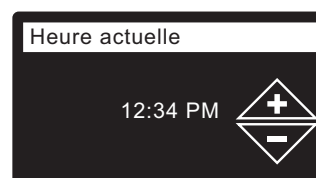

FIG. 26
11. **HEURE ACTUELLE** Appuyez sur le bouton BAS (▼) ou HAUT (▲) pour régler l'heure (cf. Figure 26). Maintenez le bouton enfoncé pour faire défiler rapidement. Vérifiez que la période indiquée est correcte (AM ou PM). L'horloge sera en format 24 heures si vous avez choisi les unités métriques à l'étape 9.
12. Appuyez sur le sélecteur (O).